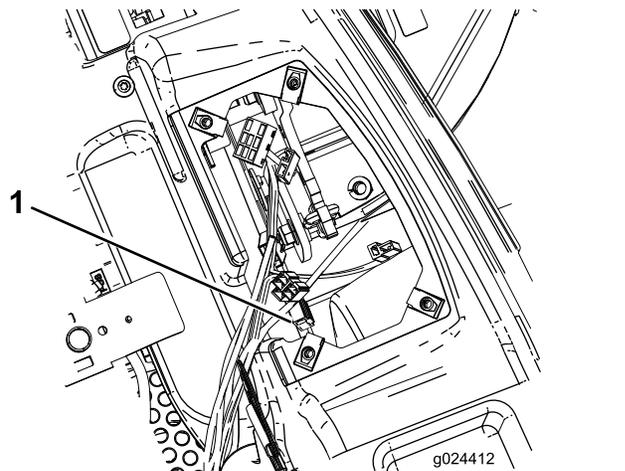

Figure 55
3. Tirez le fusible du moteur bien droit hors du porte-fusibles (Figure 55).